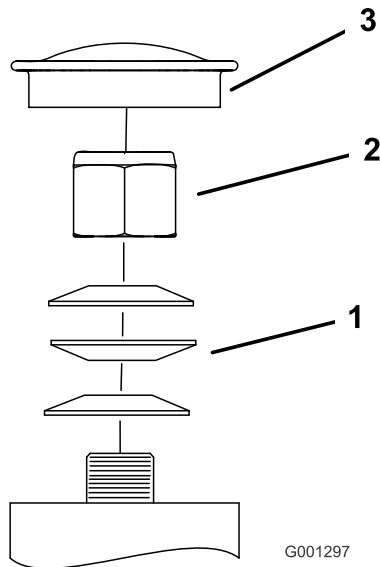

Figure 75
3. Retirez le capuchon protecteur de la roue pivotante et serrez le contre-écrou (Figure 75).
4. Continuez de serrer le contre-écrou jusqu'à ce que les rondelles élastiques soient aplaties, puis desserrez-le d'un quart de tour pour obtenir la précharge correcte des roulements (Figure 75).
Important: Veillez à placer les rondelles élastiques comme montré à la Figure 75.
5. Remettez le capuchon protecteur en place (Figure 75).